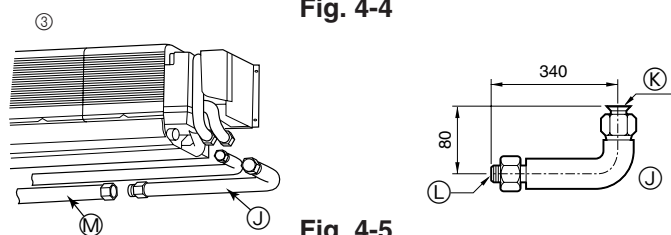

Fig. 4-5
- ③ L-format kopplingsrör (för gasrör) (Fig. 4-5)